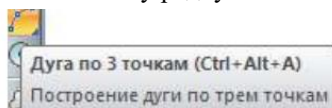

Рис. 140 – Команда Дуга
7. Нажмите на кнопку «Дуга» на панели инструментов «Черчение» (рисунок 140). Введите координаты начальной точки 10,10 и нажмите клавишу Enter. Введите координаты второй точки 20,30 и нажмите клавишу Enter. Введите координаты конечной точки 40,15 и нажмите клавишу Enter.